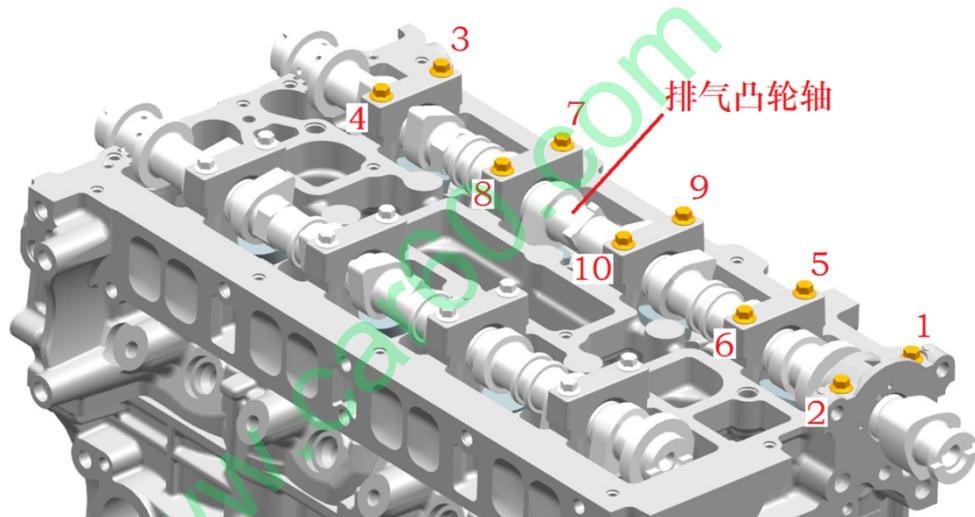

图 9.2
4、按下图 9.2 所示顺序卸下凸轮轴轴承盖 II、凸轮轴轴承盖III，取下排气凸轮轴。